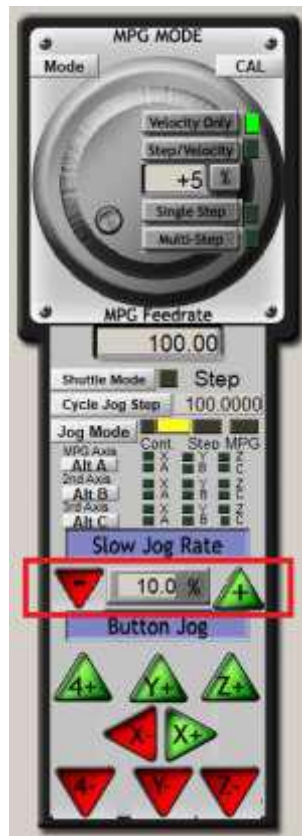

Рис. 4.3. Дополнительное меню Mach3. Изменение скорости перемещения
10. При необходимости измените скорость перемещения портала и повторите рез. Изменить скорость возможно из дополнительного меню Mach3, которое можно вызвать с помощью клавиши “Tab”. Дополнительное меню представлено на рис. 4.3.